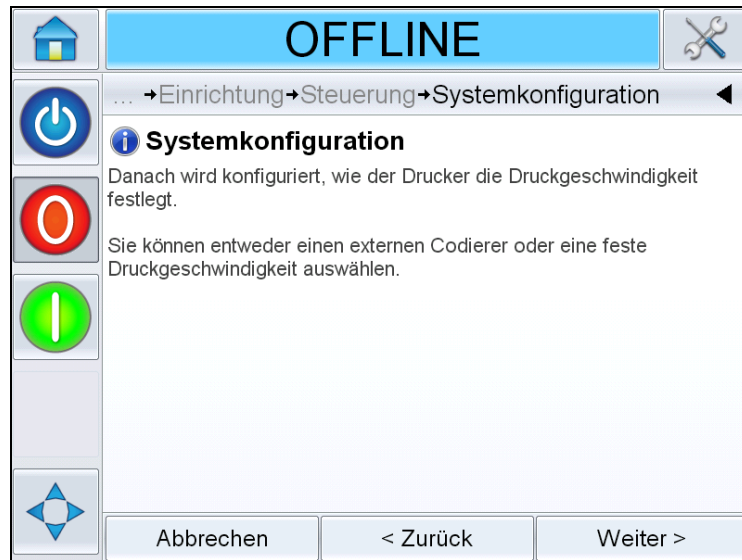

Abbildung 5-14: Druckgeschwindigkeit
**5** Legen Sie mithilfe der Anweisungen auf dem Bildschirm fest, wie der Drucker die Druckgeschwindigkeit bestimmt (siehe Abbildung 5-14).